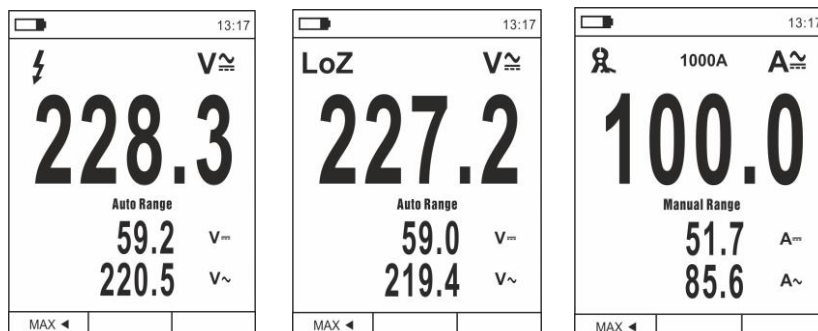

Fig. 6 Beschreibung der Messung von AC+DC Spannung und Strom
2. Drücken Sie die Taste **MODE/VFD** und wählen Sie "**V_{AC}**", "**A_{AC}**", "**mA_{AC}**" oder "**μA_{AC}**" aus (siehe Fig.6).